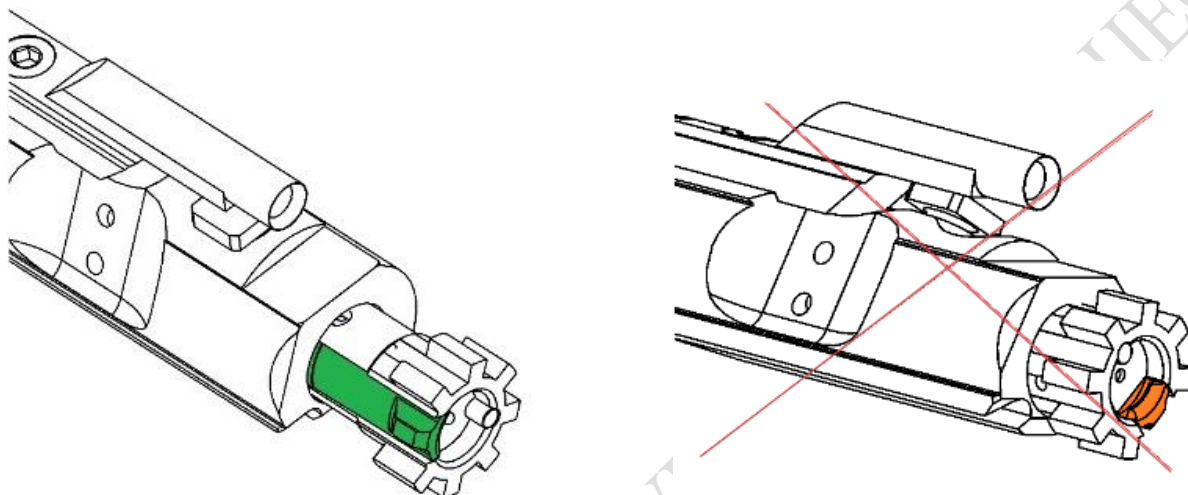

Рисунок 17. Положення затвора при збиранні з затворною рамою.
2) **Зібрати затворну раму і затвор**, для чого помістити затвор у затворну раму таким чином, щоб викидач був направлений у бік екстракційного вікна (рис.17). В такому положенні отвір затвора під палець затвора співпадатиме з копірним пазом затворної рами й дозволить встановити палець затвора.